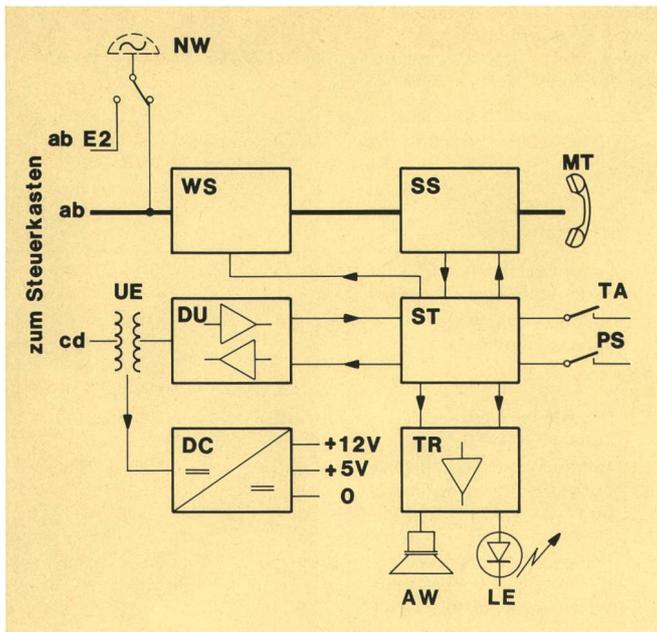

Fig. 2
Alle elektrischen Bauteile des Apparates, einschliesslich Tasten und Lampen sind auf eine einzige Leiterplatte aufgebaut (Fig. 2 und 3). Diese ist beidseitig mit Komponenten bestückt. Durch Verwendung eines Mikroprozessors und oberflächenbestückter Elemente (SMD) konnte eine beträchtliche Steigerung der Integrationsdichte erzielt werden.
Tous les composants électriques de l'appareil, y compris les touches et les lampes, sont montés sur une seule platine (fig. 2 et 3). Cette carte est équipée de composants des deux côtés. Par l'emploi de microprocesseurs et de composants montés en surface (SMD), la densité d'intégration a pu être considérablement augmentée.
La figure 2 montre que la conception électrique du modèle LW 700 Compact est en principe la même que celle des anciens appareils LW, bien que les circuits aient été modernisés. L'élément de commande central (ST) est un microprocesseur qui gère le flux de données en provenance et à destination de la boîte de commande, à travers des circuits de modulation-démodulation (DU). Le microprocesseur assure en outre la signalisation optique et acoustique du LW 700 Compact par les circuits TR. L'état des contacts du clavier TA et du commutateur de programmation PS est également exploré par le circuit de commande ST. Le circuit SS du LW 700 Compact est pratiquement identique à celui de l'appareil Tritel Lugano 2. Il comprend un détecteur de son musical et une interface pour l'injection des signalisations à fréquences vocales commandées par le microprocesseur (contrôle d'appel, tonalité d'occupation). Le circuit de sélection WS est prévu pour tous les modes de sélection, qui sont également commandés par le circuit ST.